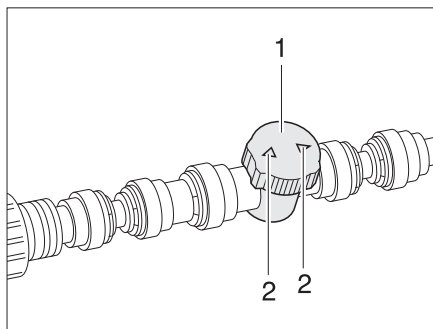

Fig. 119 Regulador del calentamiento del piso/calentamiento para depósito de aguas residuales
- Ajustar el regulador (Fig. 119,1) en el rendimiento de paso deseado (paso máx. = flechas (Fig. 119,2) en la misma dirección que la tubería).
- Girar el regulador (Fig. 119,1) de tal manera que las flechas (Fig. 119,2) queden en posición transversal a la tubería de calefacción.